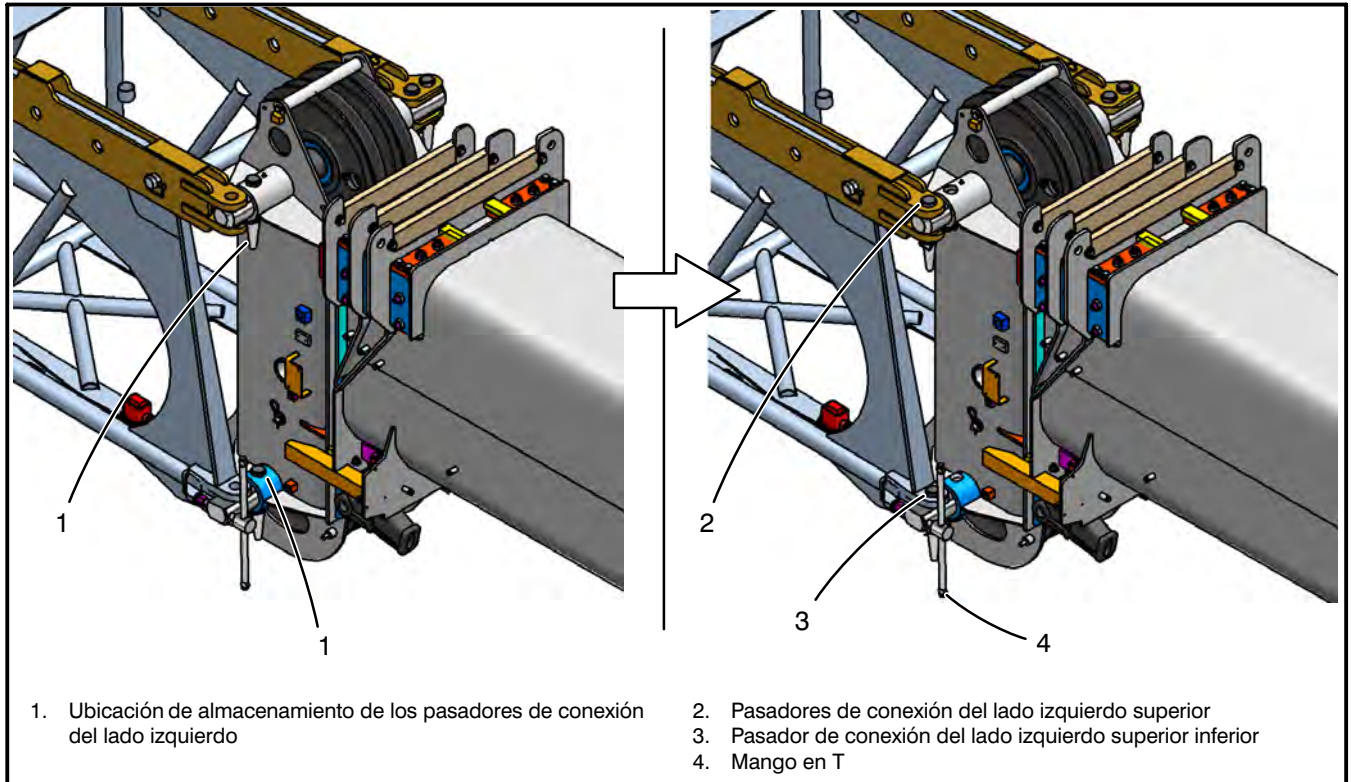

Figura 4-7
9. Retire los dos pasadores de conexión del plumín de los ejes transversales de la maquinaria de la cabeza de la pluma en el lado izquierdo de la cabeza de la pluma. Consulte la Figura 4-7. Instale el pasador superior para conectar la orejeta del plumín al eje transversal de la maquinaria de la cabeza superior al lado izquierdo de la cabeza de la pluma. Gire el mango en T para empujar y alinear la orejeta del plumín izquierda inferior con el eje transversal de la cabeza de la pluma inferior. Instale el pasador de conexión del plumín izquierdo inferior. (Instale los pasadores con la cabeza arriba y el soporte abajo). Instale los soportes de los pasadores.